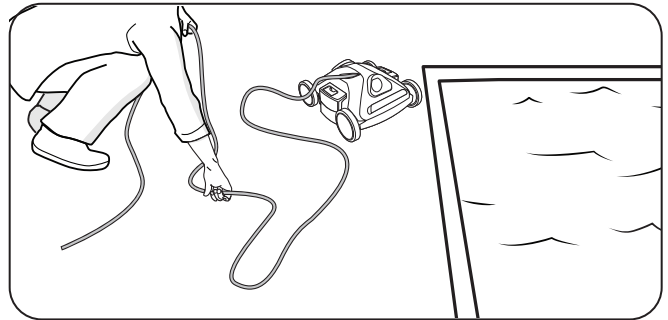

Figura 17. Desenredar el cable flotante
2. A partir del cabezal del limpiador, elimine los enrollados y las torceduras del cable flotante. Tienda el cable al sol para que pierda marcas de enredos y torceduras (Figura 17).